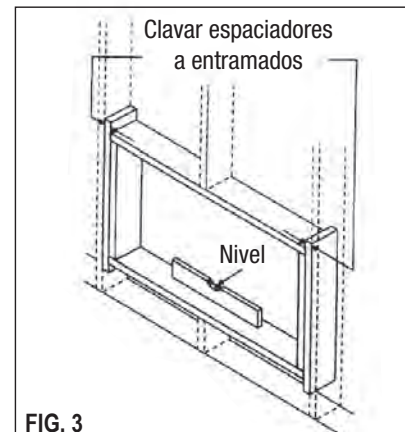

FIG. 3
4. Arme un marco de madera DENTRO de las dimensiones de su modelo detallado arriba. (Asegúrese de medir dos veces para mayor precisión). La profundidad del marco debe ser igual al espesor de la pared. Rellene el espacio desde la abertura hasta los entramados con espaciadores de madera. (Ver Fig. 3.)